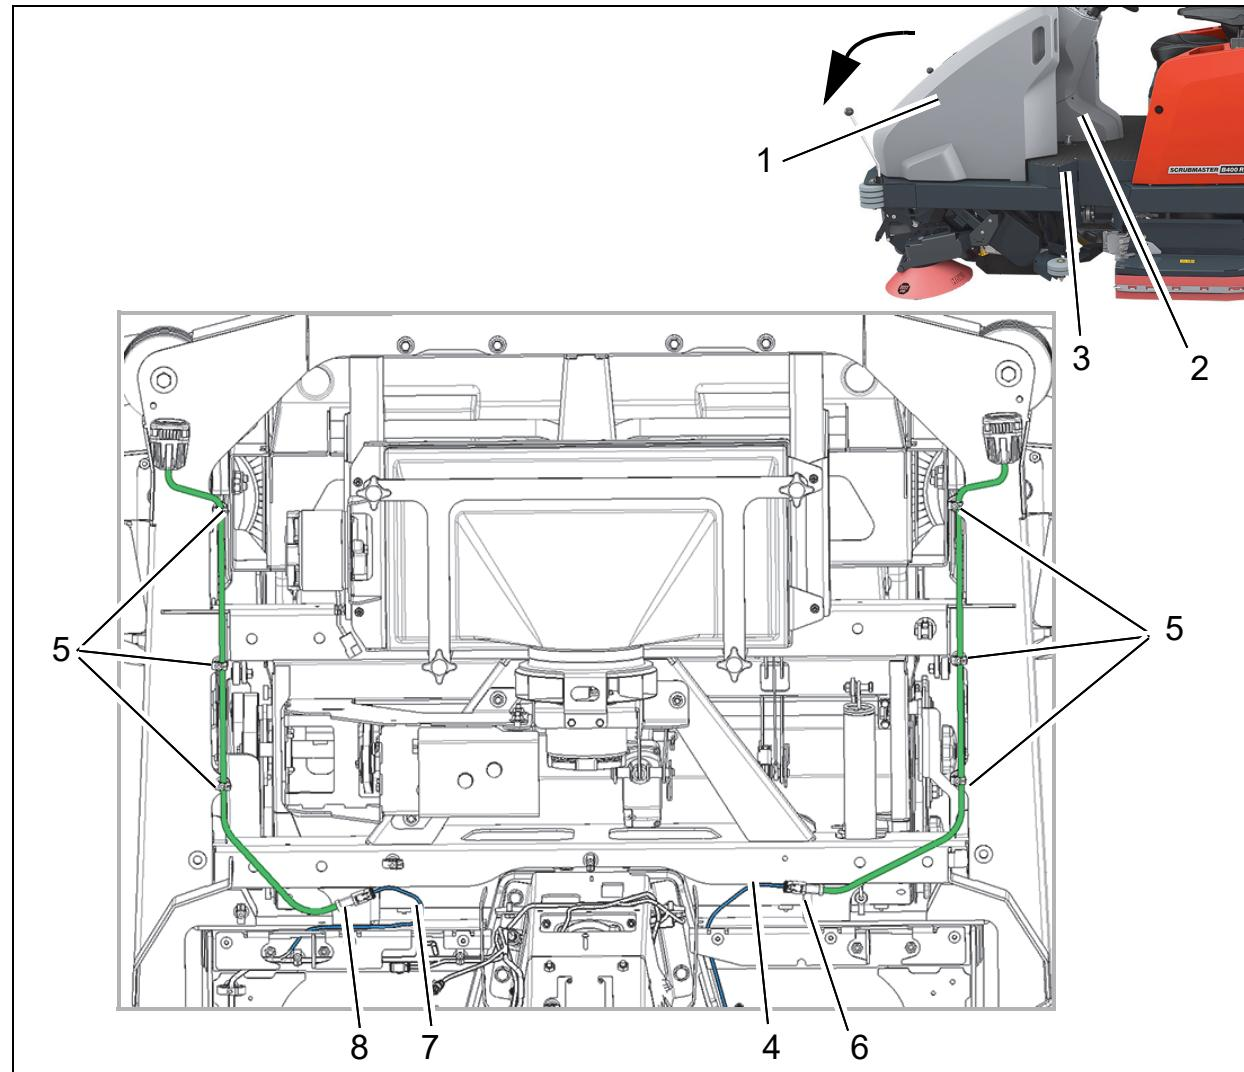

Abb. 4
Vor der Montage muss die Haube (Abb. 4/1) nach vorn geklappt werden. Folgende Teile müssen demontiert werden:
- Motorabdeckung (Abb. 4/2)
- Bodenmatte (Abb. 4/3)
1. Stecker E11 des Kabelbaums W3 auf der rechten Seite der Maschine aus dem Kabelbündel lösen und durch die Aussparung nach vorn führen (Abb. 4/4).
2. Kabel des rechten LED-Arbeitsscheinwerfers durch die Kabelbündelhalter (Abb. 4/5) führen und mit Stecker E11 verbinden (Abb. 4/6).
3. Stecker E1 des Kabelbaums W3 auf der linken Seite der Maschine aus dem Kabelbündel lösen und durch die Aussparung nach vorn führen (Abb. 4/7).
4. Kabel des linken LED-Arbeitsscheinwerfers durch die Kabelbündelhalter (Abb. 4/5) führen und mit Stecker E1 verbinden (Abb. 4/8). Kabelüberlängen in Schleifen legen und im Kabelbündelhalter fixieren.